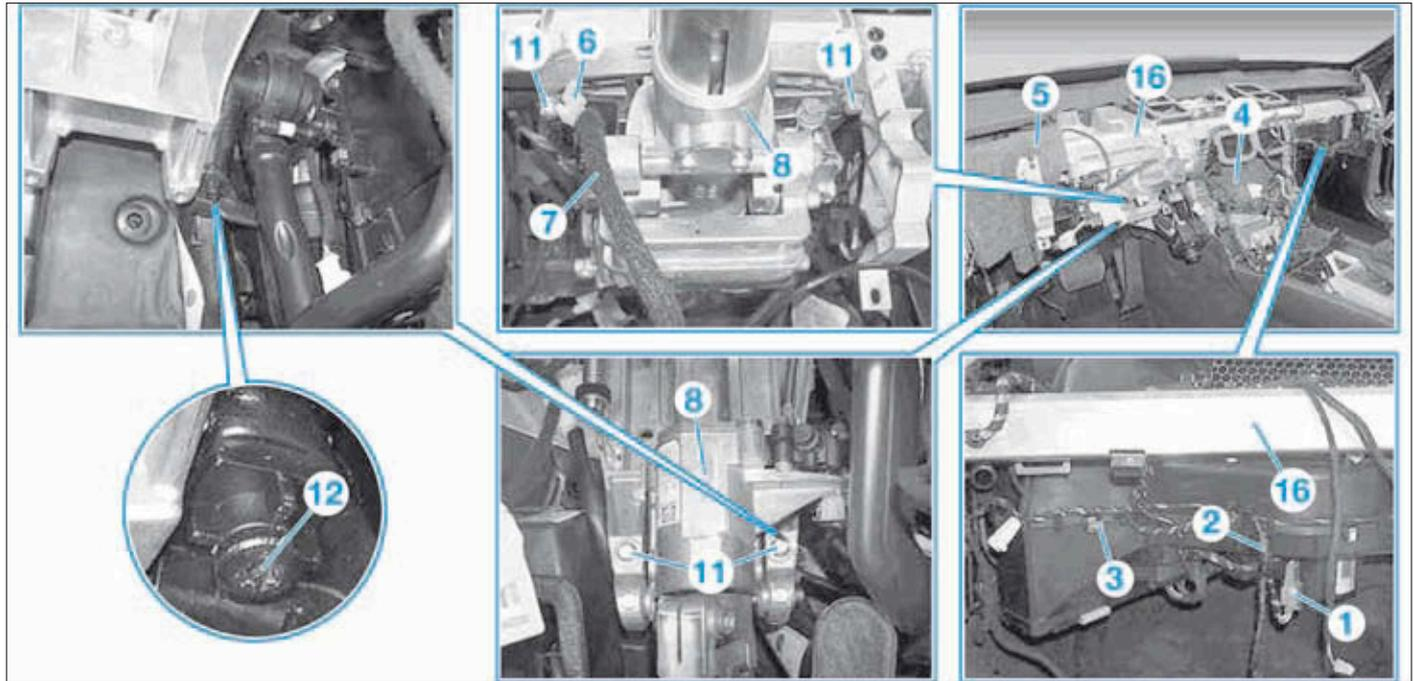
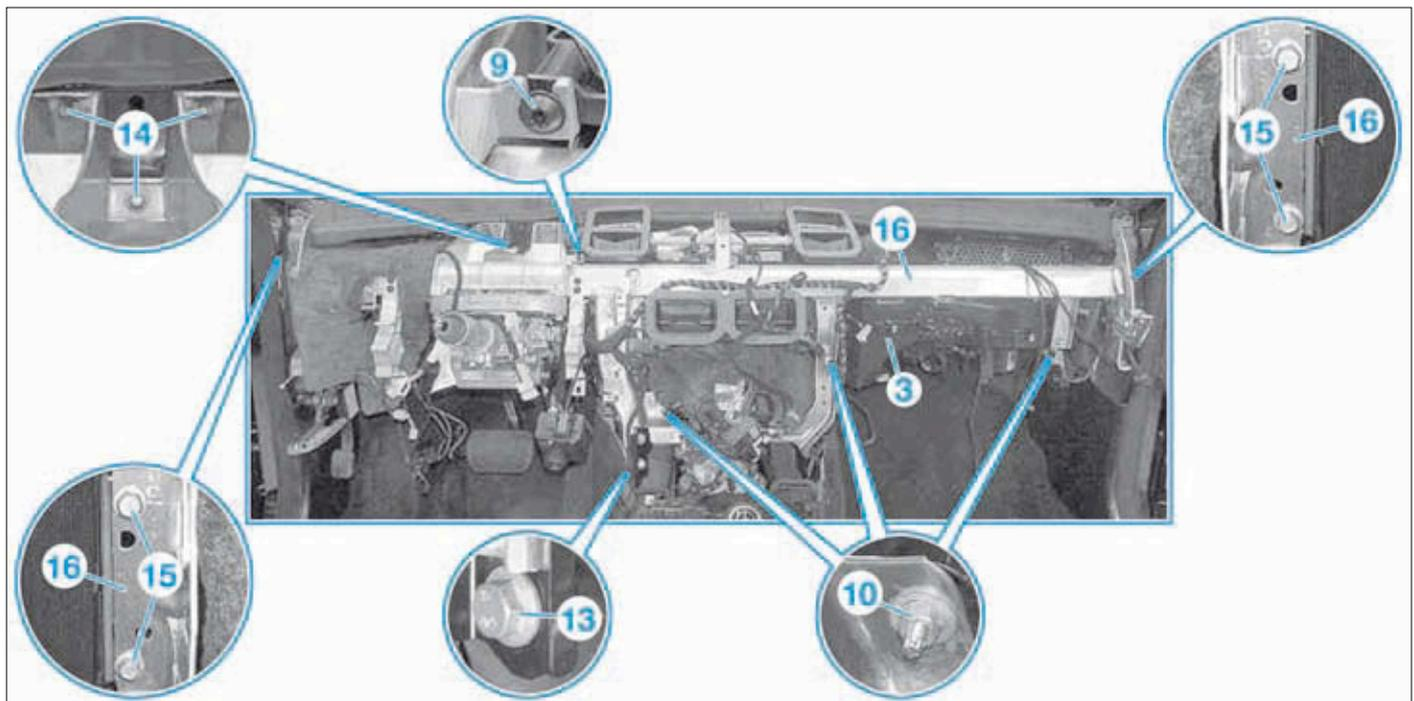

FIG. 14
FIG. 15
- Débrancher le connecteur (1) et déposer le faisceau électrique (2) du bloc de chauffage-climatisation (3). (**Fig.14**).
- Déposer l'insonorisant centrale (4).
- Rabattre l'insonorisant gauche (5) et l'abaisser vers le plancher.
- Dégrafer la fixation (6) du faisceau électrique (7) sur la colonne de direction (8).
- Déposer (**Fig.15**) :
- la vis (9),
- les écrous (10).
- Déposer les vis (11) et coucher la colonne de direction sur le plancher (**Fig.14**).
- Si monté, déposer la vis (12).
- la vis (13),
- les vis (14),
- les vis (15).